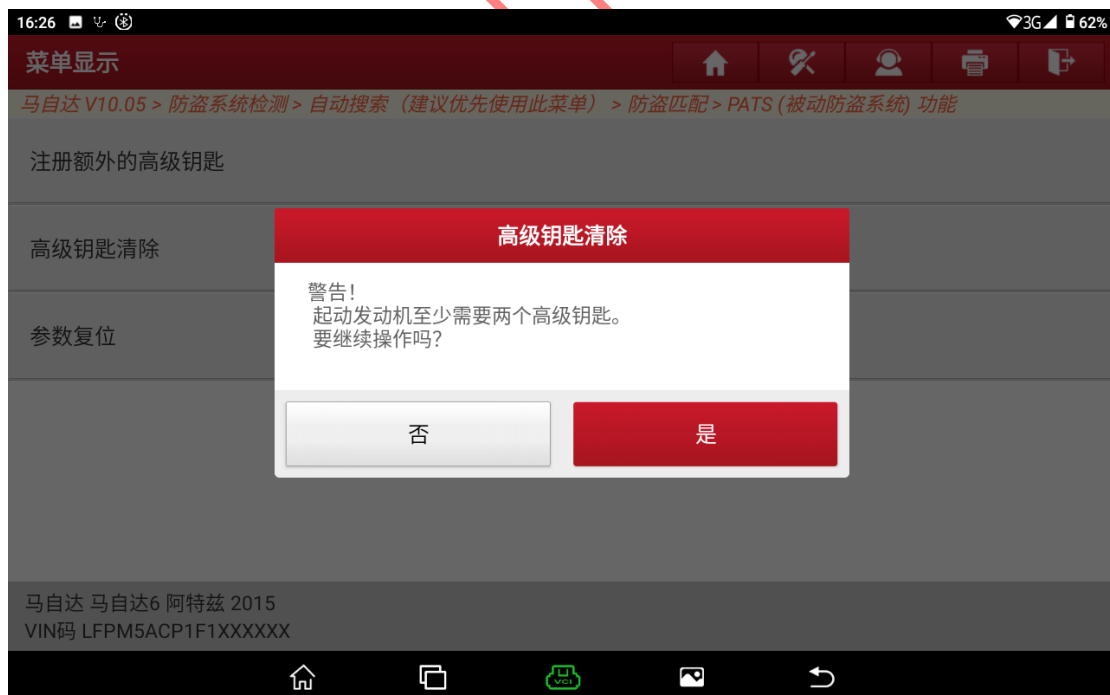
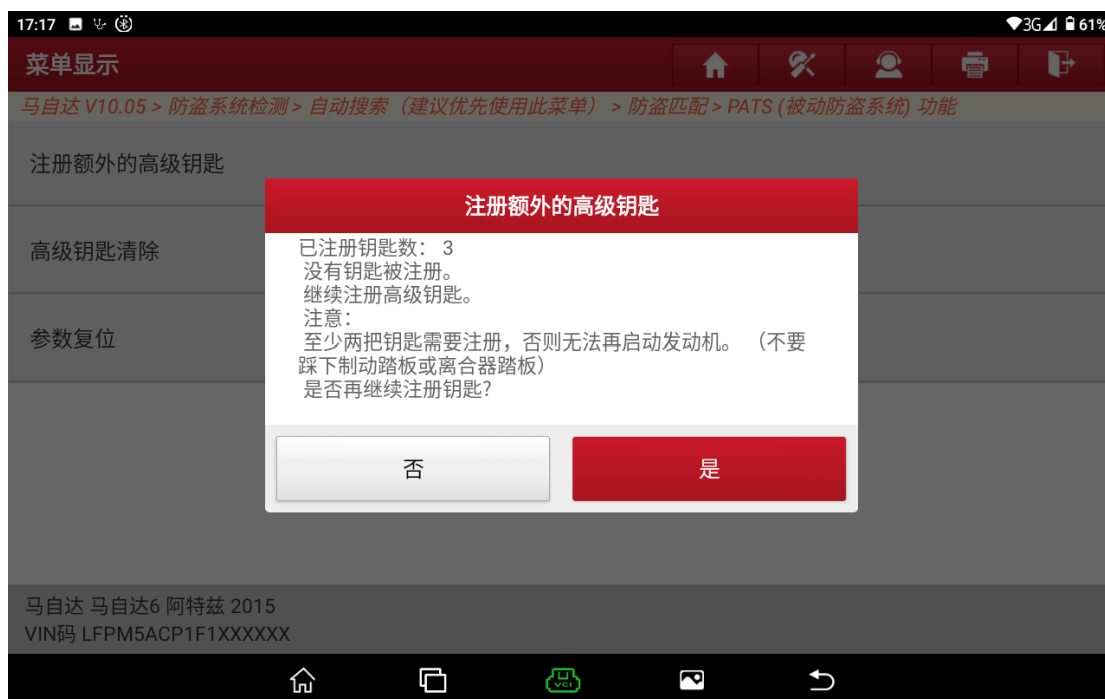

图 16
图 23
14. 提示警告, 选择“否”退出功能, 选择“是”进入下一步(图 16);
21. 提示已注册钥匙数量，选择“否”进入下一步，选择“是”回到步骤 17（图 16）（图 23）；